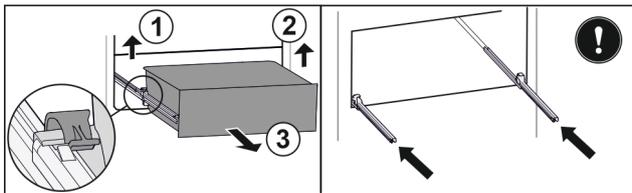

Fig. 102
- Sollevare il morsetto sinistro e allo stesso tempo tirare in avanti il cassetto sinistro. Fig. 102 (1)
- Sollevare il morsetto destro e allo stesso tempo tirare in avanti il cassetto destro. Fig. 102 (2)
- Rimuovere il cassetto tirandolo in avanti. Fig. 102 (3)